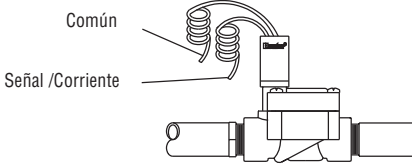

Fig. 1
1. En las válvulas, conecte el cable común a cualquiera de los cables en el solenoide (Fig. 1). Conecte un cable diferente de control al otro cable en cada válvula. Use conectores de cable a prueba de agua.